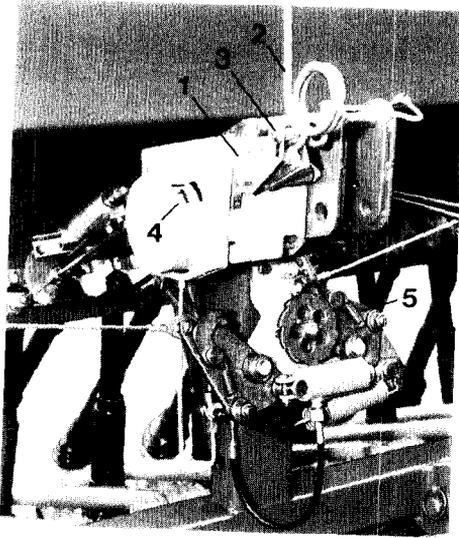
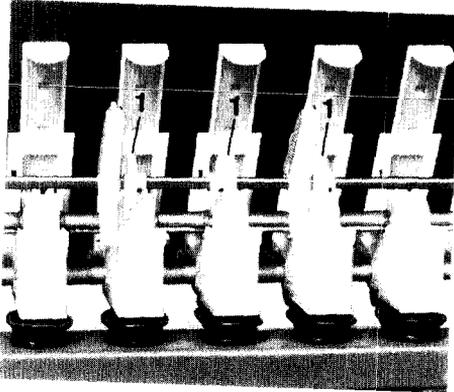

Fig. 53
Fig. 54
Sur le semoir AMAZONE D8 SUPER, le jaloneur hydraulique (fig. 53/1) est synchronisé avec l'inverseur hydraulique des traceurs (fig. 53/5). L'inversion des traceurs au moyen d'un distributeur simple effet entraîne également le fonctionnement du jaloneur. Un affichage par chiffres (fig. 53/4), visibles du poste de conduite, permet de savoir constamment dans quelle position se trouve le jaloneur.
Dès que le chiffre «0» apparaît, les pignons d'entraînement (fig. 54/1) s'immobilisent. Les roues à ergots ne sont plus entraînées et les graines ne peuvent plus être distribuées, ce qui laisse deux traces non semées. Un disque crénelé à l'intérieur du boîtier programmeur (fig. 53/1) commande la fréquence de jalonnage.
Avant de commencer le semis, régler le boîtier du jaloneur en affichant le chiffre correct (fig. 53/4) en tirant à la main la tige de commande (fig. 53/2). Des exemples de plan de jalonnage sont fournis dans le paragraphe 17. En commençant, il faut aussi veiller à ce que l'inverseur hydraulique des traceurs (fig. 53/5) soit correctement réglé et que le traceur soit abaissé du côté souhaité.
Si l'on ne jalone pas, mais que l'on utilise les traceurs, il faut verrouiller le système de jalonnage. La vis à œil (fig. 53/3) est poussée dans le trou oblong aussi loin qu'il faut pour que la tige de commande soit bloquée.
Le chiffre (fig. 53/4) affiché **ne doit plus être «0»**, car sinon le semoir effectuerait en permanence des passages de voies non ensemencées.
- *tourner l'écrou (fig. 53/3) à gauche jusqu'à ce que le boîtier programmeur s'enclenche de manière audible; effectuer encore deux rotations à gauche avec l'écrou puis le bloquer à l'aide du contre-écrou*